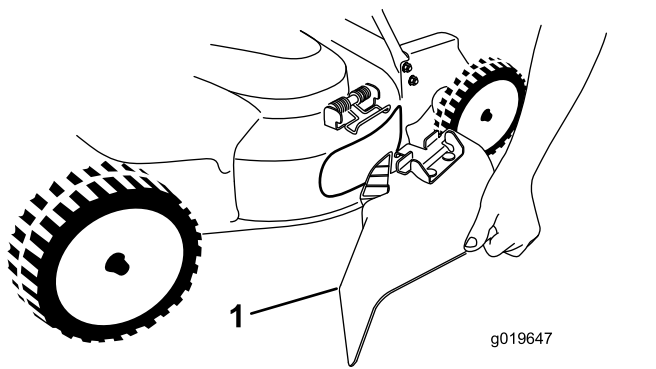

Рисунок 26
5. Установите боковой желоб для выброса (Рисунок 26), потянув вверх за пружину, поместив желоб поверх отверстия и опустив пружину на выступы в верхней части желоба для выброса.